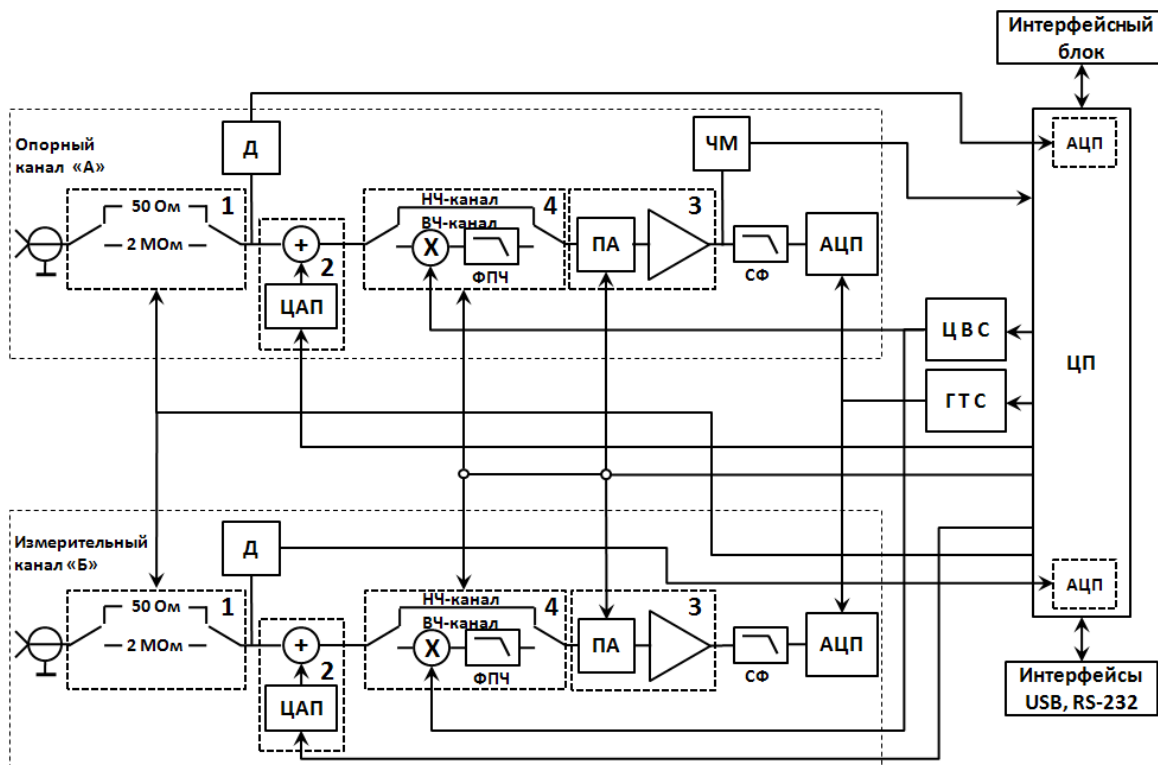

Рис. 3 – Структурная схема измерительного блока Ф2-41
- 6.1.3 Структурная схема измерительного блока представлена на Рис. 3.